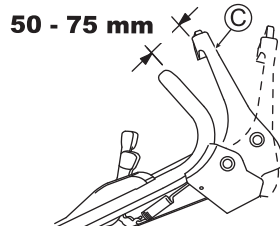

Fig. 26
Réglez de telle façon que la lame commence à tourner lorsque la distance entre le levier d'embrayage de la lame (C) et le guidon est de 50 - 75 mm, avec le bouton jaune enfoncé ainsi qu'illustré dans la Fig. 26.